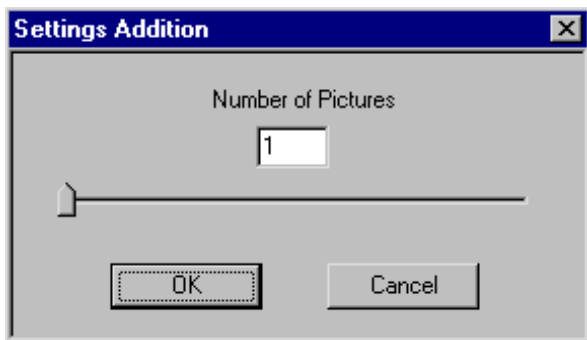

Bild 39: Anzahl der Bilder
- Unter *Options / Addition Settings* kann die gewünschte Bilderanzahl gewählt werden (*siehe Bild 39*).